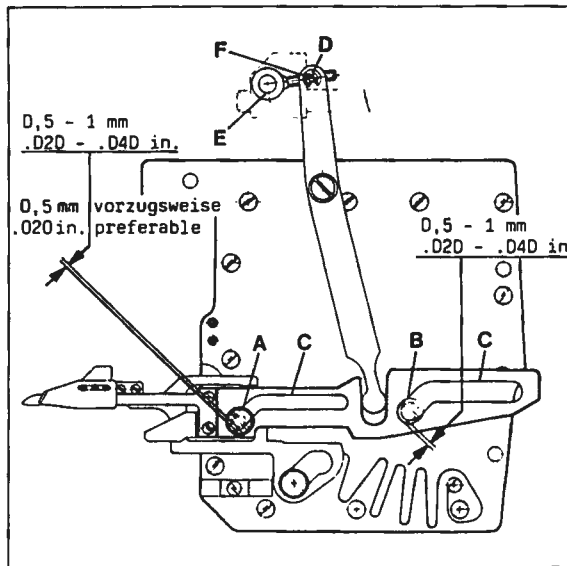

Fig. 37
- 2.1 When the thread trimmer drive is in its home position, the distance between the guide sleeve under screw (A, Fig. 37) as well as between guide washer under screw (B) and the left ends of slots (C) should be 0.5 to 1 mm (.020 to .040 in.) (preferable 0.5 mm (.020 in.)). For adjustment remove retaining washer (D), press down driving link (E) and turn carrier bolt (F) in or out as required and reconnect to the lever.
- 2.1 In Ruhestellung des Fadenabschneider-Antriebs soll der Abstand zwischen der Führungshülse unter der Schraube (A, Fig. 37) sowie zwischen der Führungsscheibe unter der Schraube (B) und den linken Enden der Schlitze (C) etwa 0,5 bis 1 mm betragen (vorzugsweise 0,5 mm).